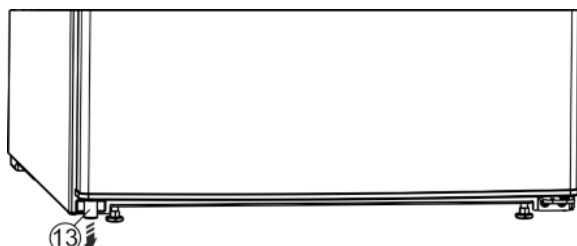

Fig. 5
- Dolje lijevo izvadite razmačnik Fig. 5 (13) iz vrata.